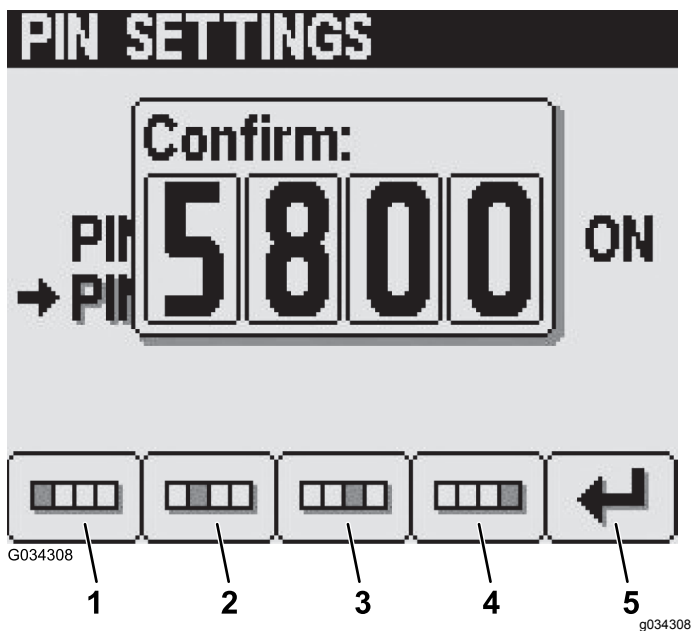

Bild 37
6. Geben Sie auf dem Bildschirm „Confirm“ die neue PIN mit den Tasten 1 bis 4 ein und drücken Sie Taste 5, um die PIN in das InfoCenter einzugeben (Bild 37).